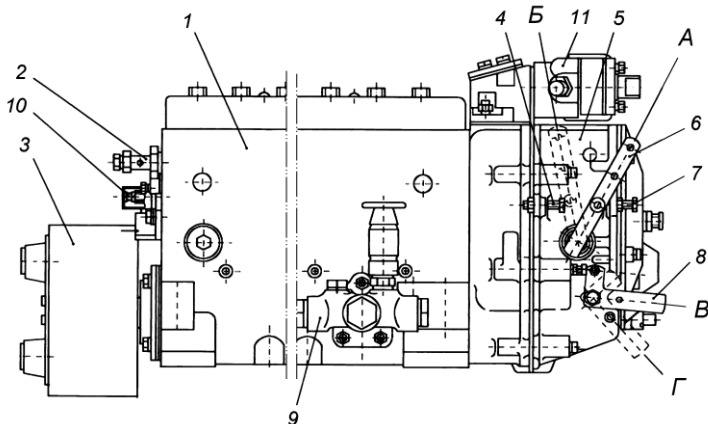
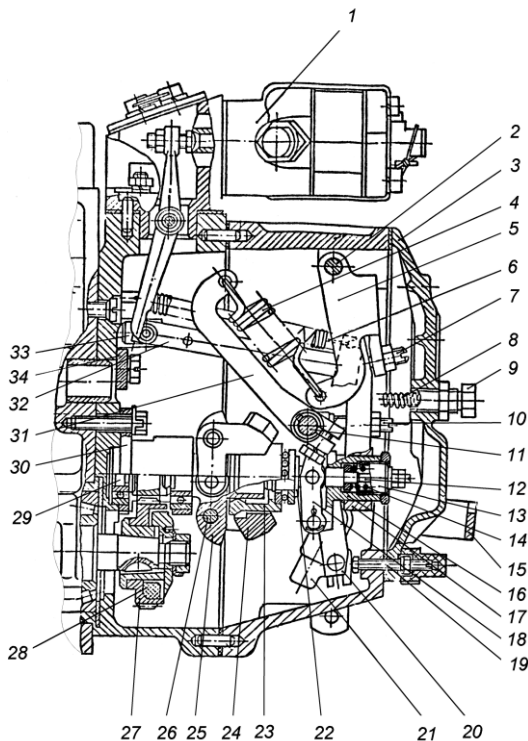

Рис. 19. Топливный насос высокого давления:
Рис. 21. Регулятор частоты вращения:
Топливный насос в сборе показан на рис. 19. С топливным насосом высокого давления в одном агрегате объединены регулятор частоты вращения 5, топливоподкачивающий насос 9 и демпферная муфта.
Регулятор частоты вращения 5 (рис. 19) механический всережимный прямого действия с повышающей передачей на привод грузов, предназначен для поддержания заданного водителем скоростного режима работы двигателя путем автоматического изменения количества подаваемого топлива в зависимости от изменения нагрузки на двигатель. Кроме того, регулятор ограничивает максимальную частоту вращения двигателя и обеспечивает работу двигателя в режиме холостого хода. Регулятор имеет устройство для выключения подачи топлива в любой момент независимо от режима работы двигателя. Автоматически поддерживая скоростной режим при изменяющихся нагрузках, регулятор обеспечивает экономичную работу двигателя. Устройство регулятора частоты вращения показано на рис. 21.
На валик напрессована державка грузов 25 (рис. 21), на осях 26 которой находятся грузы 24. Грузы своими роликами упираются в торец муфты 23, которая через упорный подшипник
Муфта 23 с упорной пятой 22 в сборе одним концом опирается на направляющую поверхность державки, а за второй конец подвешена на рычаге 18 отрицательного корректора, закрепленном на втулке 16 отрицательного корректора. Пята муфты грузов связана через узел отрицательного корректора с рычагом рейки 20 и через тягу рейки 32 топливного насоса. К верхней части рычага рейки присоединена пружина 6 рычага рейки, удерживающая рейку насоса в положении, соответствующем максимальной подаче, что обеспечивает увеличенную подачу топлива при пуске двигателя. В нижнюю часть рычага рейки запрессован палец, который входит в отверстие ползуна кулисы 21. Вал 11 рычага регулятора жестко связан с рычагом управления 6 (рис. 19) и рычагом пружины 31 (рис. 21). Перемещение рычага управления регулятором ограничивается двумя болтами 4 и 7 (рис. 19). За рычаг пружины 31 (коротким зацепом) (рис. 21) и двуплечий рычаг 5 (длинным зацепом) зацеплена пружина регулятора 4, усилие которой передается с двуплечего рычага на рычаг регулятора через винт - 7 двуплечего рычага. В рычаг регулятора ввернут регулировочный болт 10, который упирается в вал рычага пружины и служит для регулировки номинальной подачи топлива. В нижней части рычага регулятора расположено корректирующее устройство (12,13,14,16,18) с отрицательным корректором, предназначенного для формирования внешней скоростной характеристики ТНВД и крутящего момента двигателя. Рычаг регулятора снабжен боковой накладкой, удерживающей втулку 16 обратного корректора и упорную пяту 22 от проворота. Кроме того, хвостовик болта крепления боковой накладки, входя в боковой продольный паз втулки предохраняет ее от выпадания из расточки рычага. Упор 34, закрепленный на корпусе регулятора, не позволяет рычагу пружины 31 опасно приближаться к вращающимся грузам. Для полного выключения подачи топлива служит механизм останова, состоящий из кулисы 21, скобы 15 и возвратной пружины. Во время работы кулиса прижата усилием возвратной пружины к регулировочному винту 19.
- 1 Минимальная частота вращения холостого хода регулируется болтом 7 (рис. 19) и корпусом буферной пружины 9 (рис. 21);
- 2 Максимальная частота вращения холостого хода (начало выброса рейки) регулируется болтом 4 (рис. 19).
- 3 Номинальная мощность (подача) регулируется болтом 10, подрегулируется винтом 19 (рис. 21).
- 4 Предварительное натяжение пружины (разность оборотов конца и начала выброса рейки) регулируется винтом 7 (рис. 21).
- 5 Подача топлива при 500 мин^{-1} регулируется гайкой обратного корректора 12 (рис. 21):
- 6 Предварительное натяжение пружины обратного корректора (обороты начала срабатывания корректора) регулируется корпусом корректора 13 (рис. 21).
Топливоподкачивающий насос 9 (рис. 19) – поршневого типа предназначен для подачи топлива из топливного бака через фильтры грубой и тонкой очистки к топливному насосу высокого давления. Производительность топливоподкачивающего насоса в 3...4 раза превышает производительность топливного насоса высокого давления, что гарантирует стабильность процесса топливоподачи от цикла к циклу.